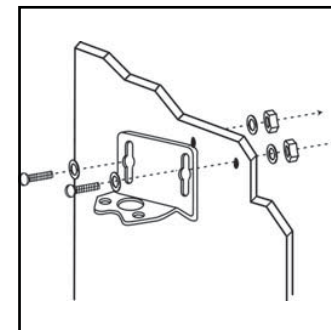

Figura 2
2. Si utiliza tornillos y tuercas para metales para realizar la instalación, quite el cajón del gabinete contiguo y perforo dos orificios de 7/32" de diámetro a través de la pared del gabinete. Fije el soporte del filtro a la pared con tornillos, tuercas y arandelas. Utilice arandelas en ambos lados de la pared. Montar el filtro en un lado de la pared del gabinete le da un buen soporte rígido y resistente. (Figura 2)